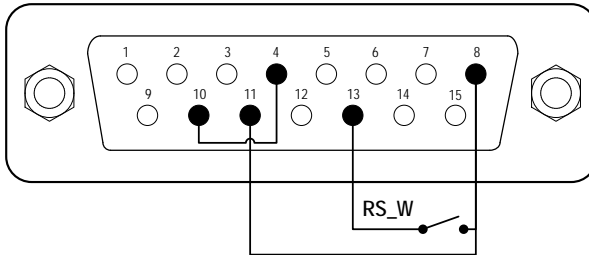
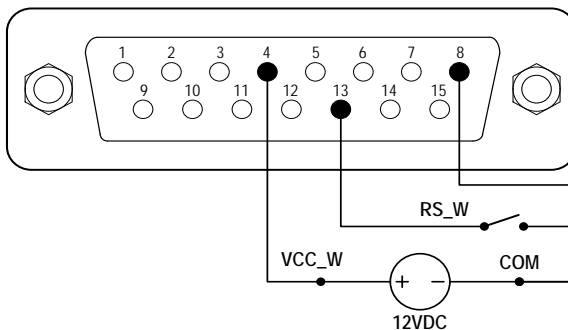

Abbildung 36. Steuerung mit interner 12V-Stromquelle
Abbildung 37. Steuerung mit externer 12V-Stromquelle
- 1) Schalten Sie die Stromversorgung aus. Verdrahten Sie den DB15-Stecker wie in Abbildung 36 Abbildung 37 und schließen Sie ihn an den DB15-Anschluss auf der Rückseite der Pumpe an.